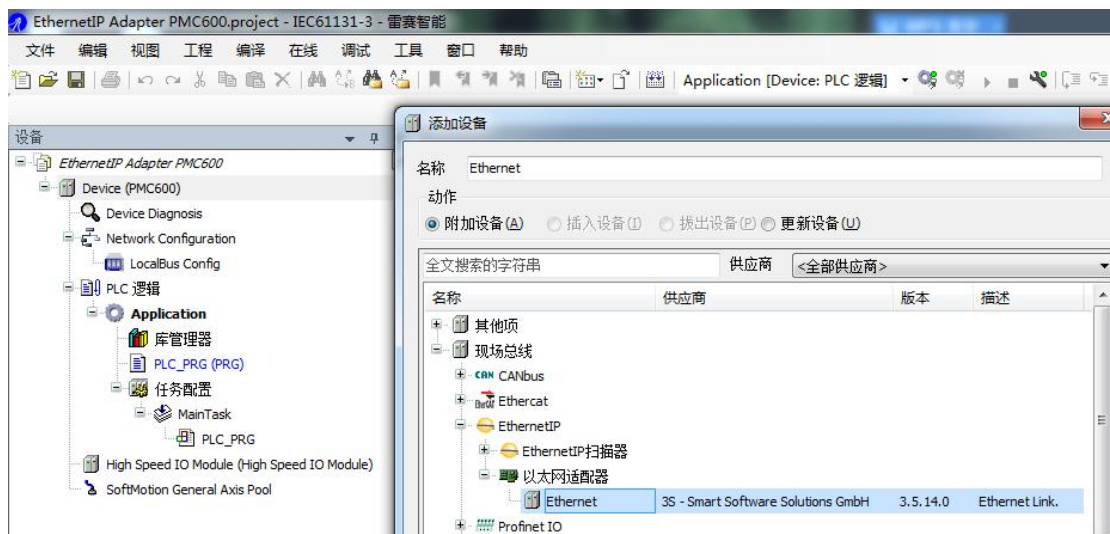

图 13.70 添加以太网适配器
2) 打开从站的程序，添加以太网适配器，如图 13.70 所示。